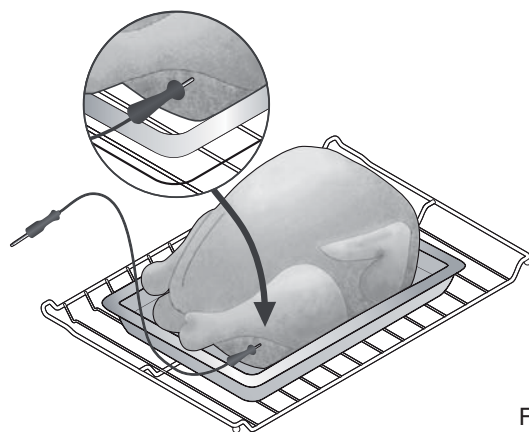

Fig. 1
- Pour de la volaille ou de la dinde entière, insérez la sonde dans la partie la plus épaisse de l'entre-cuisse, juste sous la cuisse (fig. 1).